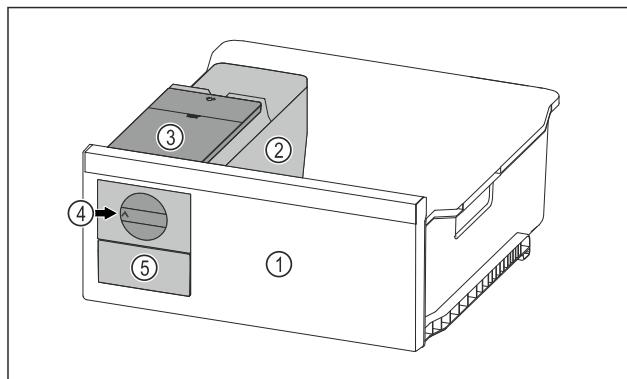

Fig. 90 Ілюстративне зображення
- Поворотну ручку Fig. 90 (4) повернути за годинниковою стрілкою до упору.
- Кубики льоду випадають із ванночки для кубиків льоду у висувний ящик для кубиків льоду Fig. 90 (5). Якщо не всі кубики льоду виймаються з ванночки для кубиків льоду: